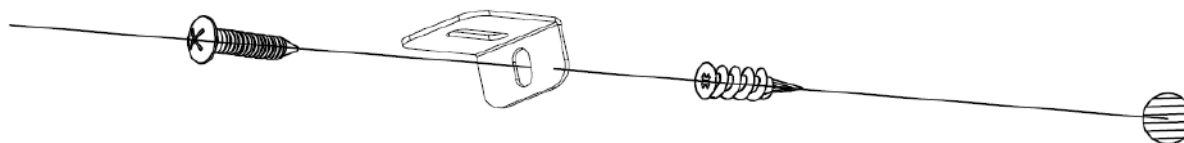

Fig 1-3
**C.** Monte el anclaje de plástico (C) en la pared seca, a continuación, monte el tornillo más largo (B) (incluido en el conjunto) a través del agujero en el soporte en forma de „L” en el anclaje para fijar la chimenea a la pared. (Fig. 1-3)